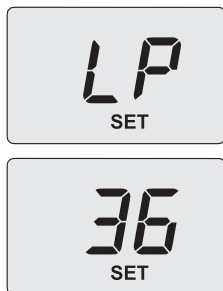

Figura 9.11
- Seleccione el parámetro **1** y pulse el botón 13 (Figura 9.8) para confirmar. El display muestra **LP** alternado con la temperatura mínima en agua sanitaria (Figura 9.11).